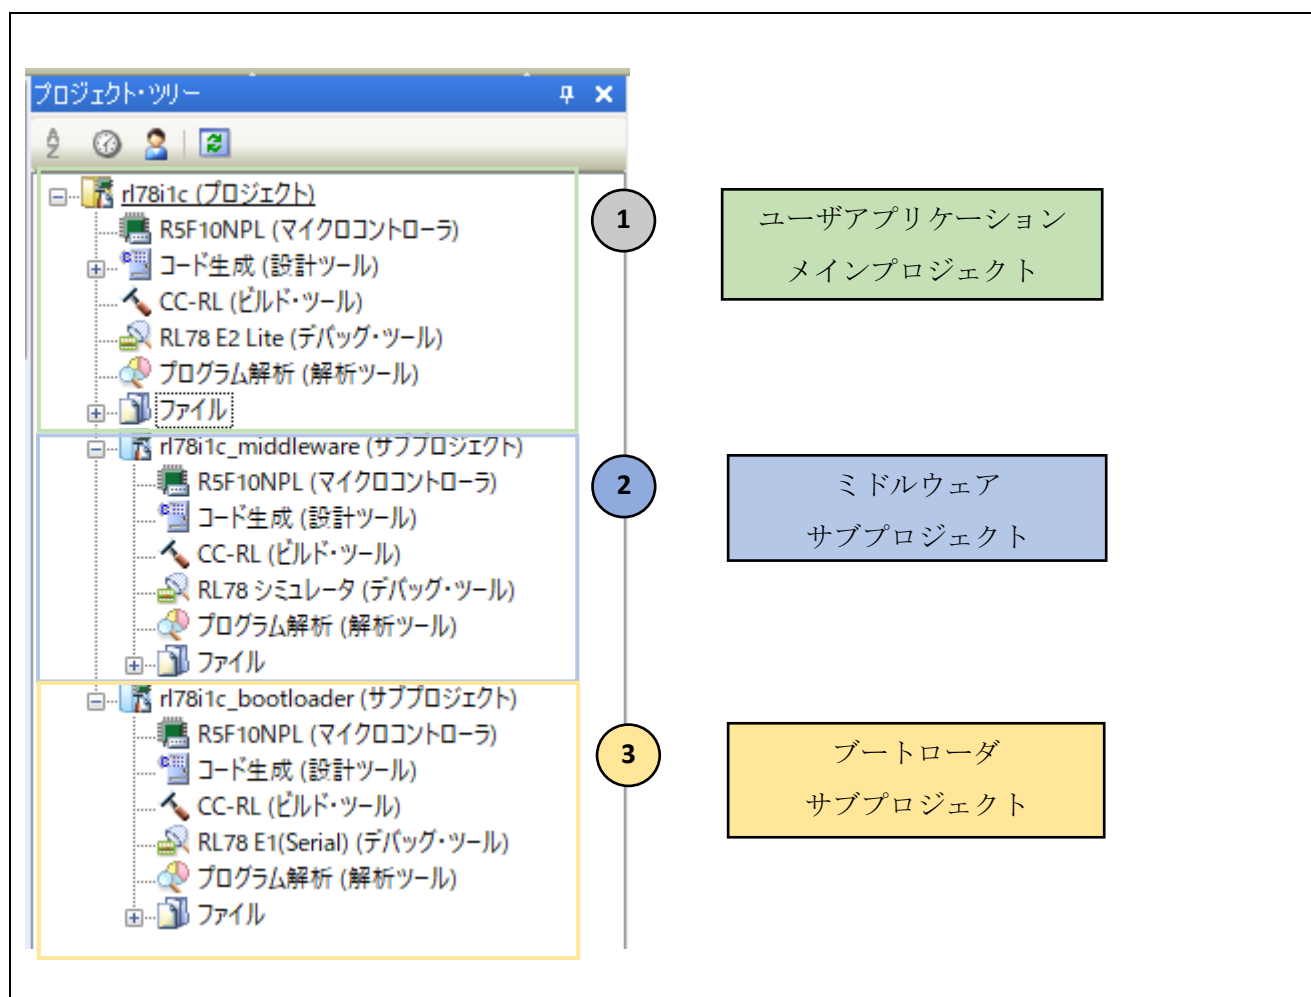

図 4-1: プロジェクト構成
上記①、②、③の各番号は、図 4-1 の各プロジェクトとの対応を示しています。
rl78i1c プロジェクト (図 4-1 ①) について、ROM および RAM を所定の配置にするための設定を行います。割り当ての方法を CS+ と、e²studio それぞれの場合について示します。
rl78i1c_middleware サブプロジェクト (図 4-1 ②) について、ROM および RAM を所定の配置にするための設定を行います。割り当ての方法を CS+ と、e²studio それぞれの場合について示します。
rl78i1c_bootloader サブプロジェクト (図 4-1 ③) について、ROM および RAM を所定の配置にするための設定を行います。割り当ての方法を CS+ と、e²studio それぞれの場合について示します。
これは、rl78i1c プロジェクト (図 4-1 ①)、rl78i1c_middleware サブプロジェクト (図 4-1 ②)、rl78i1c_bootloader サブプロジェクト (図 4-1 ③) の全てで必要になります。